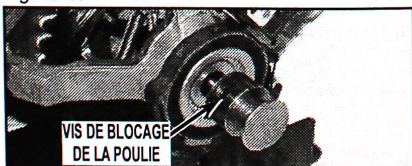

FIGURE 1
- Il se peut qu'aucune poulie pour courroie de tambour ne soit fournie avec le moteur de rechange neuf. À l'aide d'une clé à tête hexagonale, ôter la poulie du moteur défectueux et la monter sur le moteur de rechange. Veiller à pousser la poulie sur l'arbre du moteur, l'aligner avec la poulie de tensionnement et bien serrer la vis de blocage. Voir *Figure 1*.